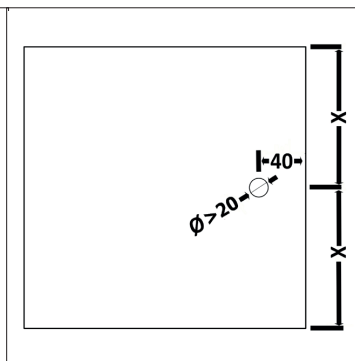

Fig. 3
- Marquer l'emplacement du trou de passage du câble 40 mm du bord (Fig. 3).
- Percer un trou $\varnothing$ min. 20 mm à travers le toit de la cabine (Fig. 3).